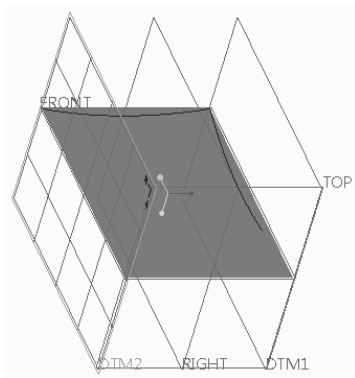

图 7-120 创建基准平面 DTM2
1) 在功能区的“样式”选项卡中单击位于  (设置活动平面) 按钮下的  (三角箭头) 按钮, 接着单击  (内部平面) 按钮, 系统弹出“基准平面”对话框, 选择 RIGHT 基准平面作为偏移参考, 设置偏移值为“-60”, 注意确保在 RIGHT 基准平面的另一侧创建基准平面, 然后单击“确定”按钮完成创建基准平面 DTM2, 如图 7-120 所示。